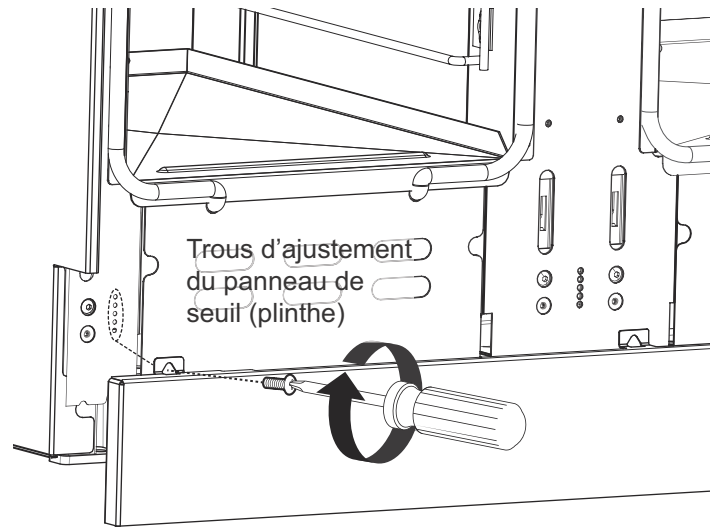

Figure 31 : Ajustement du panneau de seuil (plinthe)
3. Remplacez le panneau à l'une des cinq positions de trou de vis, comme illustré sur la *Figure 31*. Réinstallez les vis Torx.
Tournez le bouton à HI. Voir Figure 31 pour les caractéristiques de flamme appropriées.